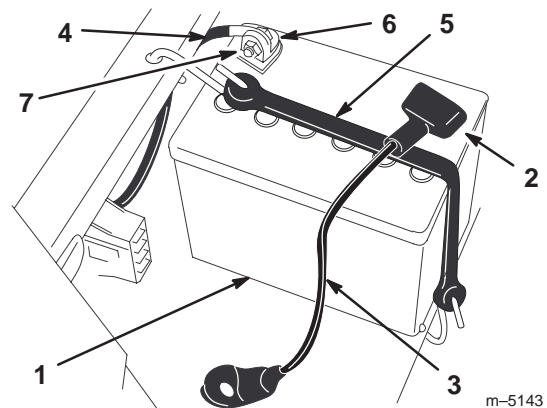

Figure 24
3. Débranchez le câble négatif (noir) de mise à la masse de la borne de la batterie (Fig. 24).
4. Repoussez le capuchon en caoutchouc sur le câble positif (rouge). Débranchez le câble positif (rouge) de la borne de la batterie (Fig. 24).
5. Enlevez la sangle de maintien de la batterie (Fig. 24) et ôtez la batterie de son support.
1. Placez la batterie sur son support, les bornes à l'opposé du panneau de commande (Fig. 24).
4. Fixez les câbles à l'aide de 2 boulons (1/4 x 3/4"), rondelles (1/4") et écrous (1/4") (Fig. 24).
6. Fixez la batterie en place à l'aide de la sangle de maintien (Fig. 24).